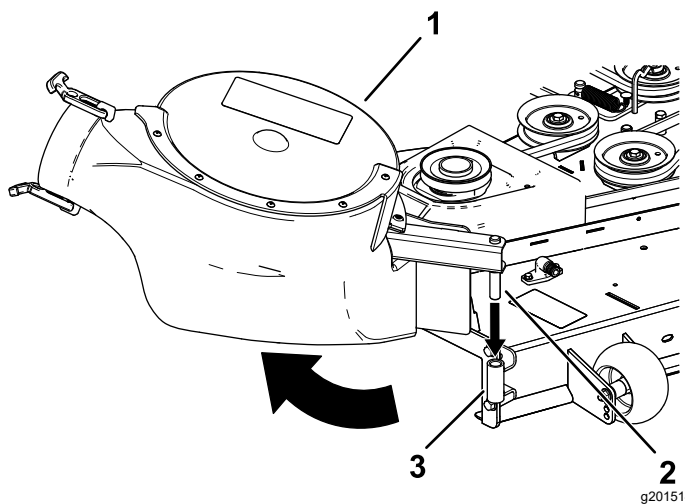

Рисунок 23
2. Вставьте шарнирный палец вентилятора в опору вентилятора и поверните вентилятор в сборе внутрь по направлению к машине (Рисунок 23).